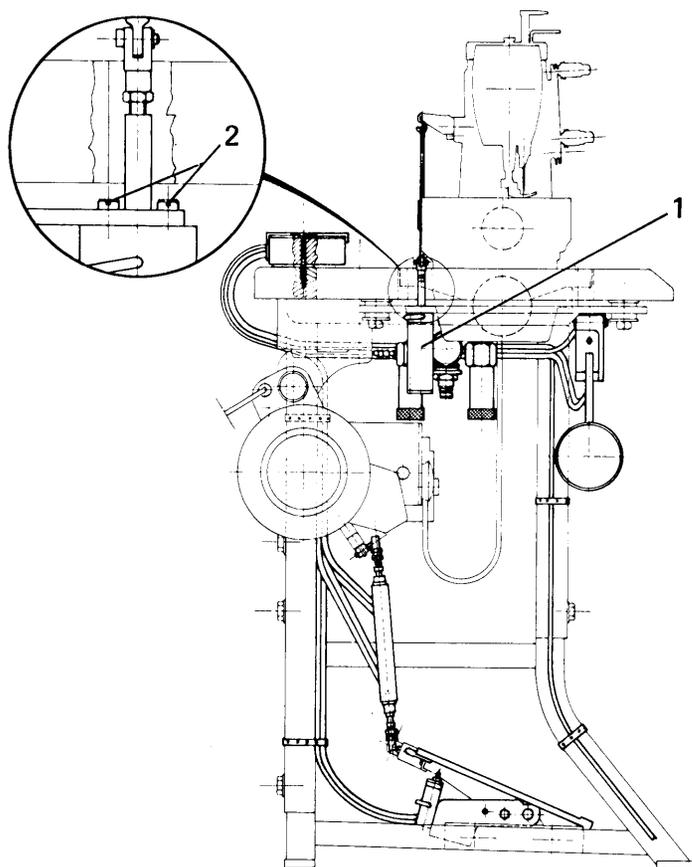

Fig. 4
- Fissare il cilindro alzapedino 1 fig. 4 alla piastra di sostegno della testa tramite le due viti 2.